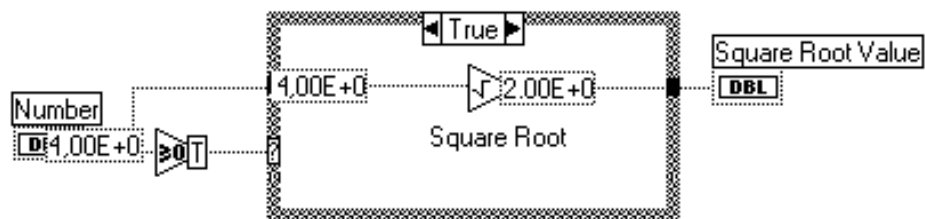

Рисунок 4.7. Работа ВП в режиме анимации
3. Промежуточные результаты вычислений, полученные при работе ВП, можно отслеживать в *режиме анимации*. Этот режим включается и выключается при помощи кнопки, содержащей изображение «лампочки». В этом режиме ВП работает «сам», но в замедленном темпе. При этом текущее местоположение вычислительного процесса помечается круглой «фишкой», а промежуточные значения отображаются в текстовых «метках», связанных с функциональными узлами (см. рисунок 4.7).